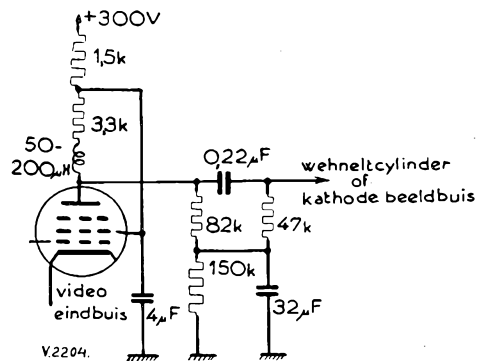

Fig. 2. Anti-„vliegtuig-fading” filter.
Een van de meest effectieve methoden om het effect (1) te verminderen is het gebruik van zg. „gesleutelde” A.V.C., waarvoor echter een extra buis nodig is. De in fig. 2 aangegeven schakeling is eenvoudiger en bestaat eigenlijk slechts uit een filter, dat de frequenties beneden 100 per/sec sterk verzwakt: het filter geeft een verzwakking van 20 dB voor een frequentie van 1 per/sec en van 10 dB voor frequenties van 10 en 0,1 per/sec. Deze schakeling, ontleend aan „The Journal of the Television Society” (6, blz. 481, 1952) wordt toegepast in de nieuwste His Masters Voice ontvanger.